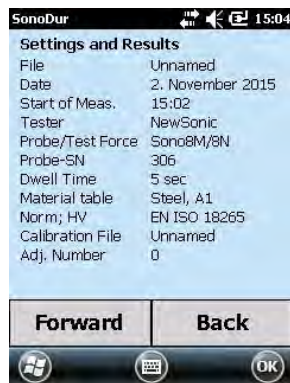
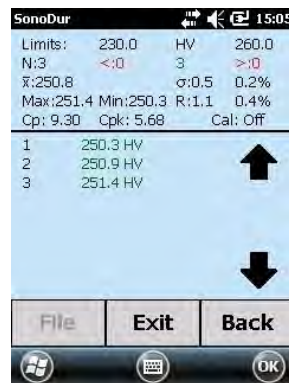
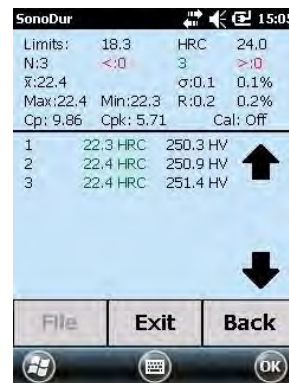

Figura 7.28
Figura 7.29
Figura 7.30
Toda la información relevante se muestra de un vistazo (Figura 7.28) y mediante el botón "Forward" (Avance) se obtiene información sobre los resultados de la medición (Figura 7.29 y Figura 7.30). Figura 7.30 muestra el mismo resultado que la Figura 7.29 con la única diferencia de que los valores de la medición original (HV) se han convertido a HRC, mientras que se conservan siempre los resultados de la escala original con fines de información. Los umbrales de tolerancia relevantes se convierten automáticamente desde la escala original a la escala de dureza reevaluada junto con los resultados resumidos para el valor promedio, X con sobrelínea, error medio de medición individual  $\sigma$ , rango R, mínimo y máximo.